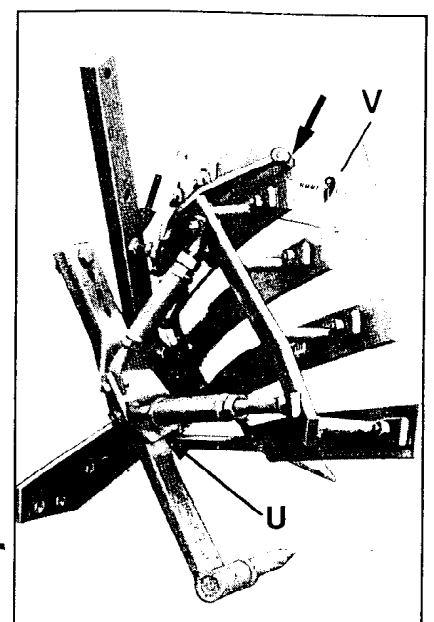

Fig. 9
**Indicazioni per il ripuntatore:** Non è possibile deporre l'aratro su questo dispositivo per mancanza di stabilità. Perciò allentare la vite del ripuntatore U (fig. 9) e smontare una vite permettendo la rotazione.
In caso di dotazione di avanvomeri, verificare che le viti di appoggio siano aderenti. (vedi fig. 9)